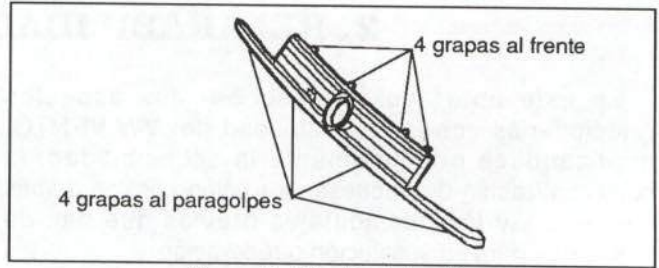

Figura 11.- Fijación de la rejilla
Su fijación se muestra en la figura 11.
- Rejilla (figura 11)